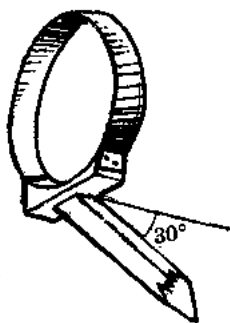

图 12
6. 木柄及柄座 用 $100 \times 40 \times 55$ (毫米)³木块做柄座, 先在它的两端, 按筒体画出凹弧, 然后用钢丝锯锯出凹面, 然后把木柄以 30° 角左右榫装在座内(图 12), 即成木柄座。